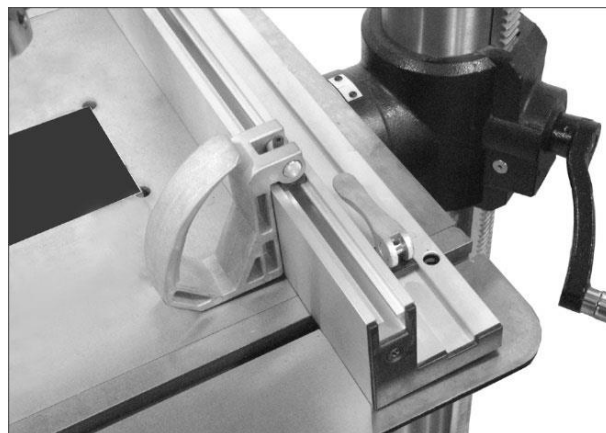

Рис. 6-12
5. Вставьте упор в т-образные пазы со стороны переднего края стола. Для закрепления упора нажмите на эксцентриковые ручки. См. рис. 6-12.